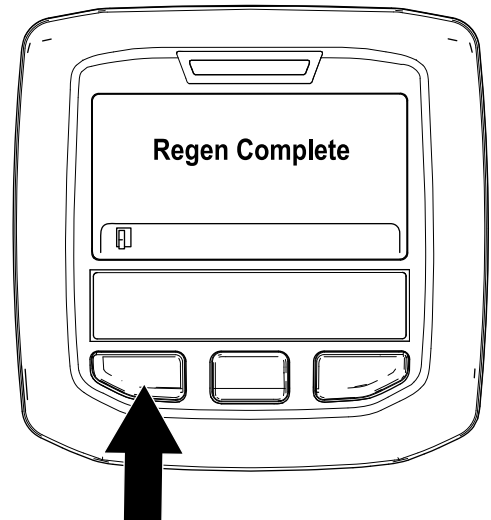

Figura 35
- La rigenerazione parcheggiata è completa quando nell'InfoCenter appare il messaggio "Rigen. completa". Premete il pulsante sinistro per uscire e tornare alla schermata Home (Figura 35).